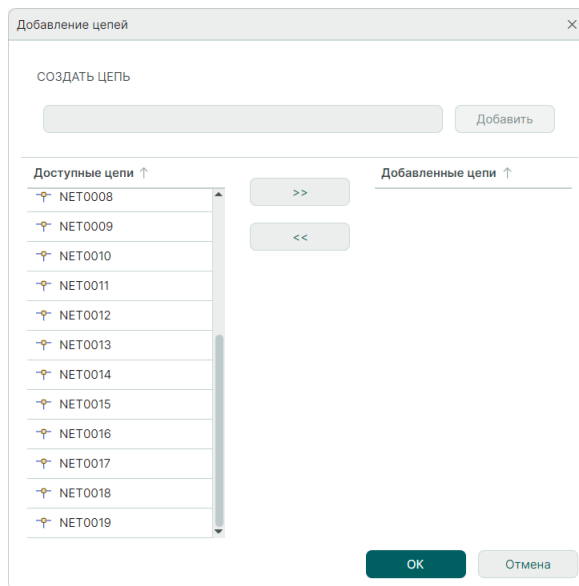

Рис. 189 Окно «Добавление цепей»
3. Нажмите кнопку «Добавление цепей» Добавление цепей, после чего на экране отобразится окно «Добавление цепей», см. Рис. 189.